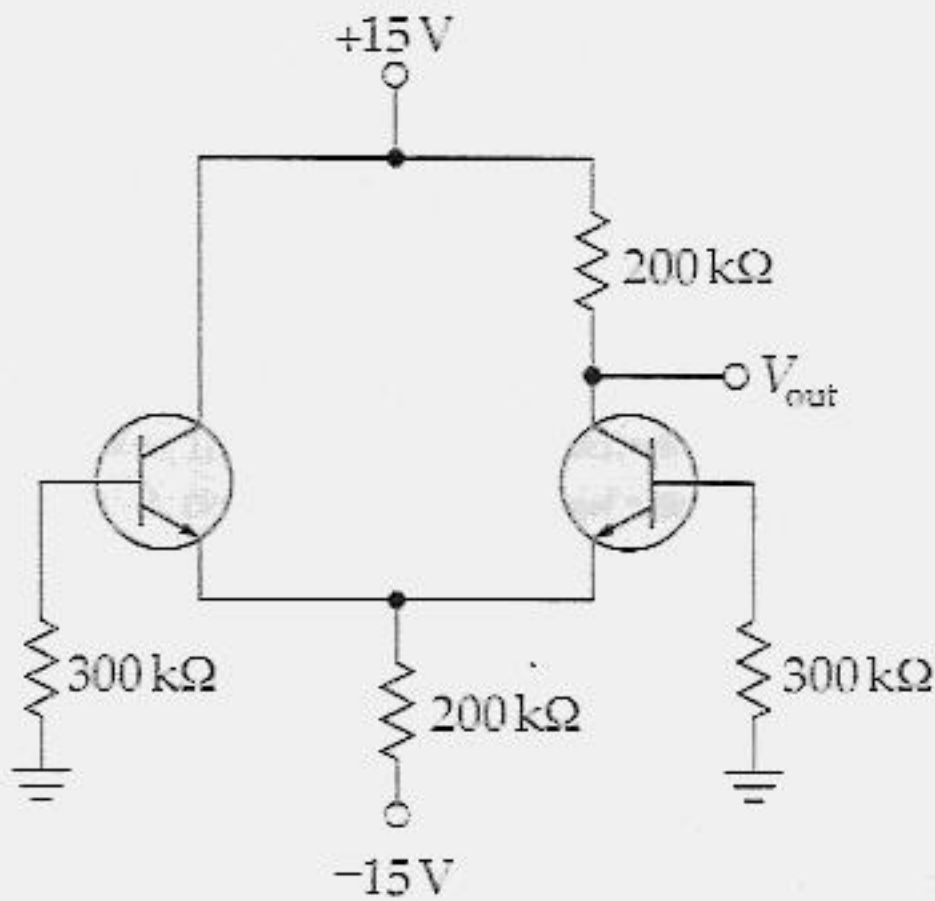

Figura 17.26
- 17.1 Na Figura 17.26, os transistores são idênticos com $\beta_{cc} = 200$. Qual a tensão de saída?
- 17.2 Quais são as tensões de base no circuito da Figura 17.26 se cada transistor tem $\beta_{cc} = 300$?
- 17.3 Na Figura 17.26, o transistor da esquerda tem $\beta_{cc} = 225$ e o transistor da direita tem $\beta_{cc} = 275$. Qual a tensão de base?
- 17.6 Na Figura 17.26, o transistor da esquerda tem $\beta_{cc} = 180$ e o transistor da direita tem $\beta_{cc} = 220$. Qual a corrente de compensação de entrada? E a corrente de polarização de entrada?
- 17.12 Na Figura 17.26, os transistores têm curvas V_{BE} idênticas, porém os valores de β_{cc} são diferentes. O transistor da esquerda tem $\beta_{cc} = 175$ e o transistor da direita tem $\beta_{cc} = 225$. Qual a tensão de compensação de saída?
- 17.13 O amp dif da Figura 17.26 tem uma corrente de polarização de entrada de 375 nA e uma corrente de compensação de entrada de 50 nA. Se as curvas de V_{BE} forem idênticas, qual a tensão de compensação de saída?
- 17.15 O amp dif da Figura 17.26 tem uma corrente de polarização de entrada de 200 nA e uma corrente de compensação de entrada de 20 nA. Se $\Delta V_{BE} = \pm 3$ mV, qual a tensão de compensação de saída?
- 17.20 Alguém monta o amp dif da Figura 17.26 sem os resistores de base, de ma-
- 17.21 Na Figura 17.26, um resistor de $20\text{ k}\Omega$ é utilizado por engano no lugar do resistor superior de $200\text{ k}\Omega$. Qual o valor da tensão de saída?
- 17.22 Na Figura 17.26, V_{out} é quase zero. A corrente de polarização de entrada é 80 nA . Qual das alternativas a seguir é um defeito?
- 17.25 À temperatura ambiente, a tensão de saída do circuito da Figura 17.26 tem o valor de 7,5 V. Enquanto a temperatura aumenta, o V_{BE} de cada diodo-emissor diminui. Se o V_{BE} da esquerda diminuir 2 mV por grau e o da direita diminuir 2,1 mV por grau, qual a tensão de saída a 75°C?